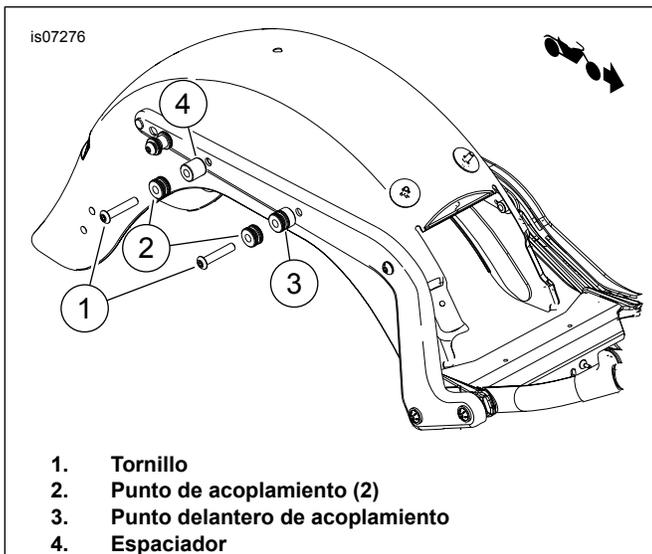

Figura 4. Instalación del punto de acoplamiento (con otros accesorios desmontables)
CON otros accesorios desmontables: Vea Figura 4. Inserte los tornillos (1) a través de los puntos de acoplamiento mini (2), el punto delantero de acoplamiento (3) y el espaciador trasero (4). Instale los tornillos en la pieza de soporte de montaje del soporte del guardabarros (parte interior del guardabarros). Apriete los tornillos a 28–36 N·m (21–27 ft-lbs).